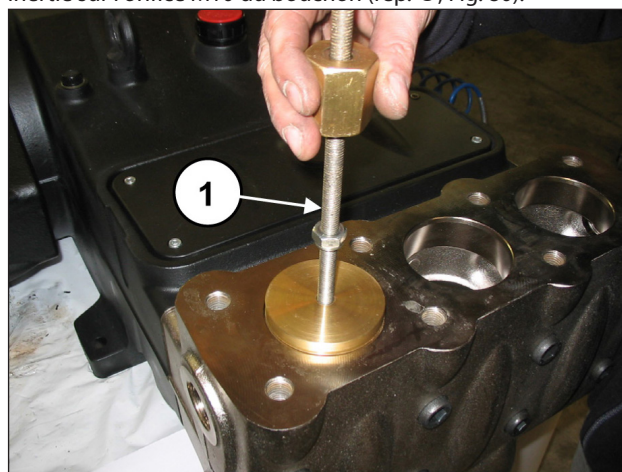

Fig. 80
Extraire le bouchon de soupape en appliquant un chassoir à inertie sur l'orifice M10 du bouchon (rep. ①, Fig. 80).